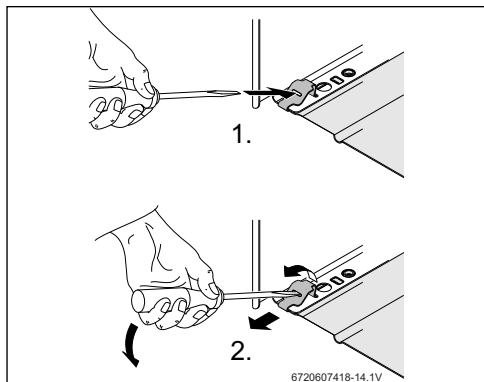

Fig. 12 Enlevez de l'attache
- Relâchez l'attache de fixation à l'habillage (Fig. 12).